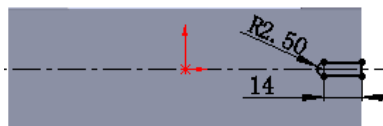

图 11.2.30 横断面草图
② 定义横断面草图。在草图环境中绘制图 11.2.30 所示的横断面草图。